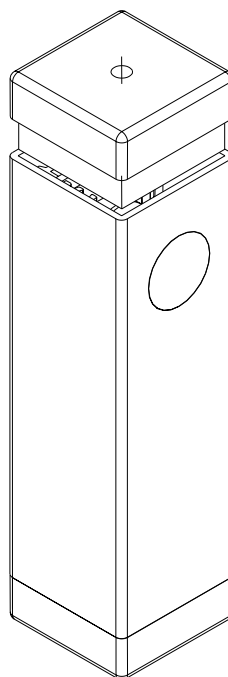

Fig. 5
- Introduire le bouchon supérieur en caoutchouc (Fig. 5).
- Den oberen Gummideckel einsetzen (Abb. 5).
- Introducir el tapón de caucho superior (Fig. 5).